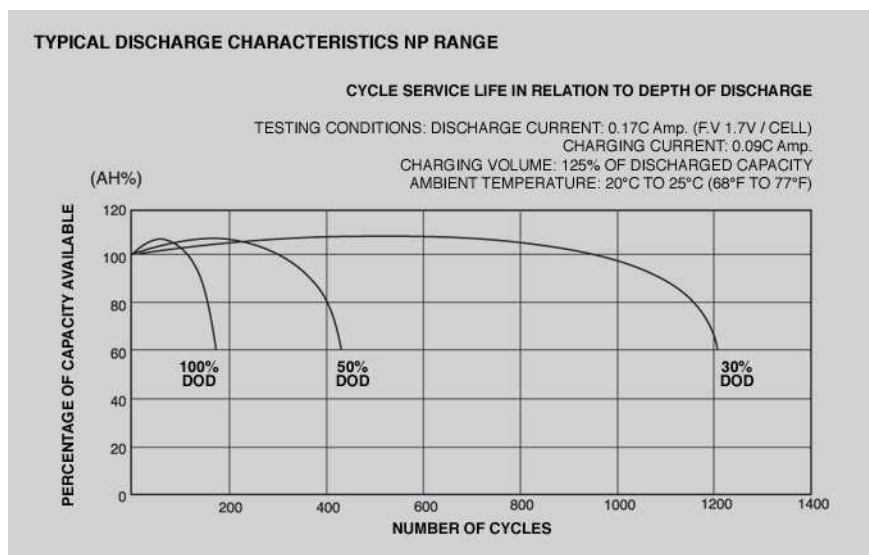

Fig. 7: Dependența dintre durata de viață și nivelul de descărcare (DOD)
- *Dependența dintre durata de viață și nivelul de descărcare (DOD):* reprezentată în Fig. 7.